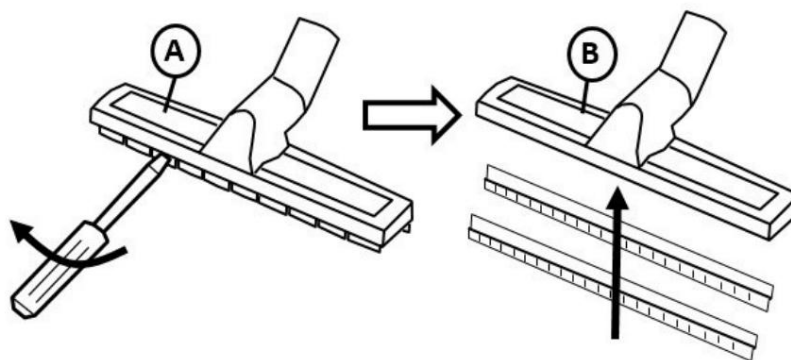

Fig.5-2: Montaje de accesorios de succión de líquidos
El accesorio de aspiradora se entrega preensamblado con los cepillos para polvo en fábrica (Fig. 5-2,
A) Utilice un destornillador para cambiar los cepillos para polvo o los accesorios para aspiradora de líquidos. Para aspirar líquidos, utilice los accesorios de goma para succión de líquidos (Fig. 5-2, B)